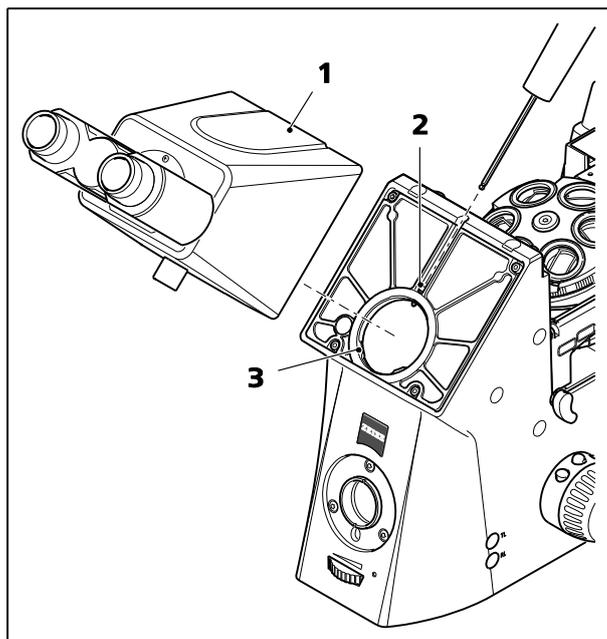

Fig. 14 Fixation du tube binoculaire
- Desserrer la vis à 6 pans creux (Fig. 14/2) à l'aide d'un tournevis à tête sphérique de 3 mm. Lors du changement du tube binoculaire, tenir fermement le tube tout en le dévissant, puis le retirer en le déplaçant vers l'avant.
- Insérer le tube binoculaire (Fig. 14/1) avec la bague à queue d'aronde dans le support du tube (Fig. 14/3) sur le statif, l'aligner avec le statif puis serrer la vis creuse à six pans (Fig. 14/2) à l'aide du tournevis à tête sphérique.